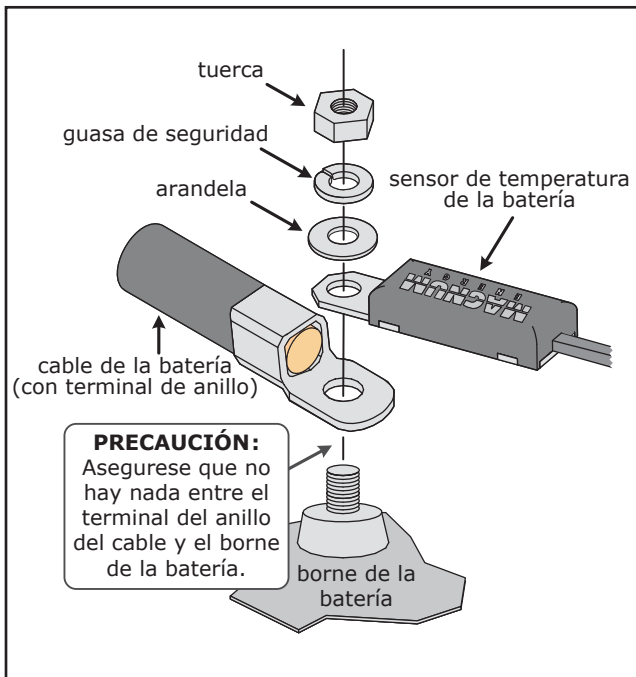

Ilustración 2-5, Herraje de la batería Instalación
1. Conecte el extremo del anillo terminal de temperatura de la batería, al terminal **negativo** del sensor de la batería; consulte la Ilustración 2-5 para una conexión apropiada al terminal de la batería.